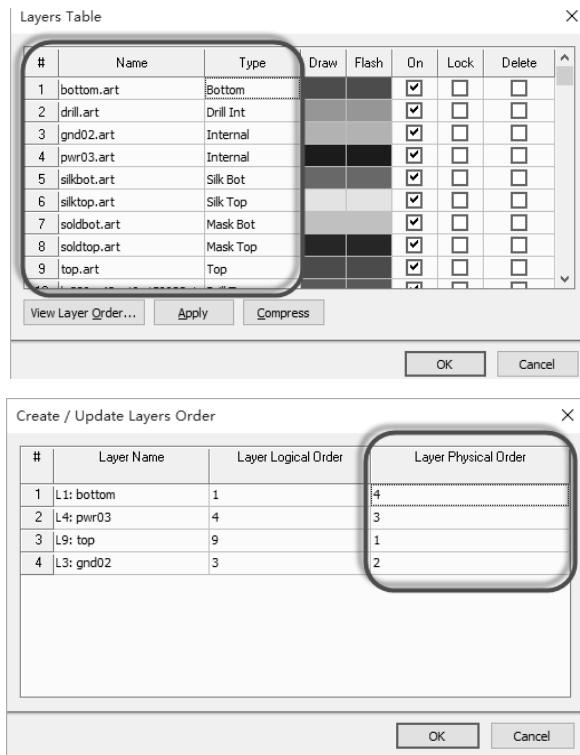

图 12-99 层叠对应设置及层叠顺序设置
(4) 文件导入之后，需要核对层叠是否对应一致。执行菜单命令“表格-层”，进入如图 12-99 所示的界面，进行层叠对应，并且更新信号层的层叠顺序。